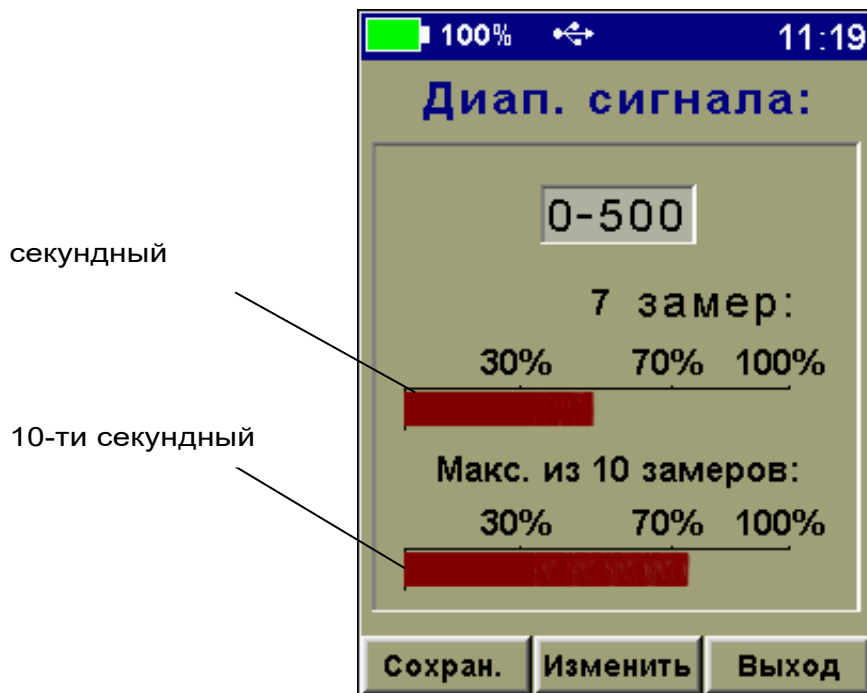

Рисунок 20
– по двум линейным индикаторам (рис. 20, секундный-обновляется каждую секунду, 10-секундный – обновление каждые 10 секунд) оценить максимум сигнала, который должен